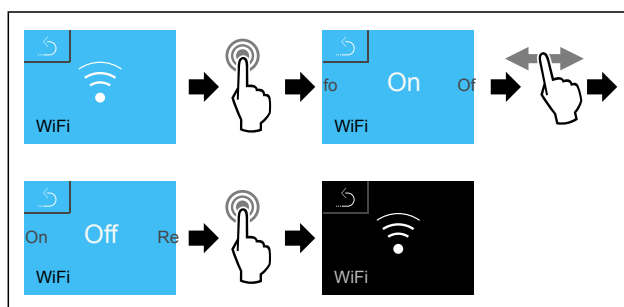

Fig. 97
- ▶ Atlikite veiksmus (žr. Fig. 97) .